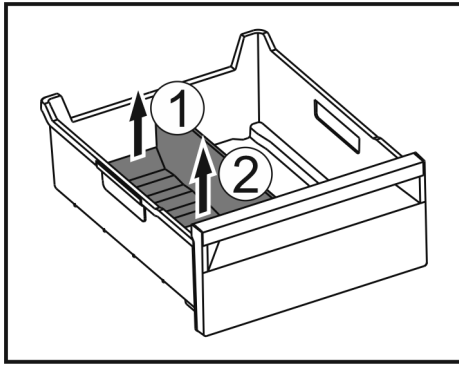

Fig. 106
- Levantar la parte posterior del separador para congelador. Fig. 106 (1)
- Extraer el separador para congelador hacia arriba. Fig. 106 (2)